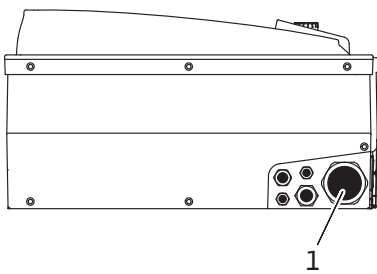

Fig. 23: Pressacavo M40
- Il cavo di collegamento alla rete deve essere posato nel pressacavo M40 (Fig. 23, pos. 1).